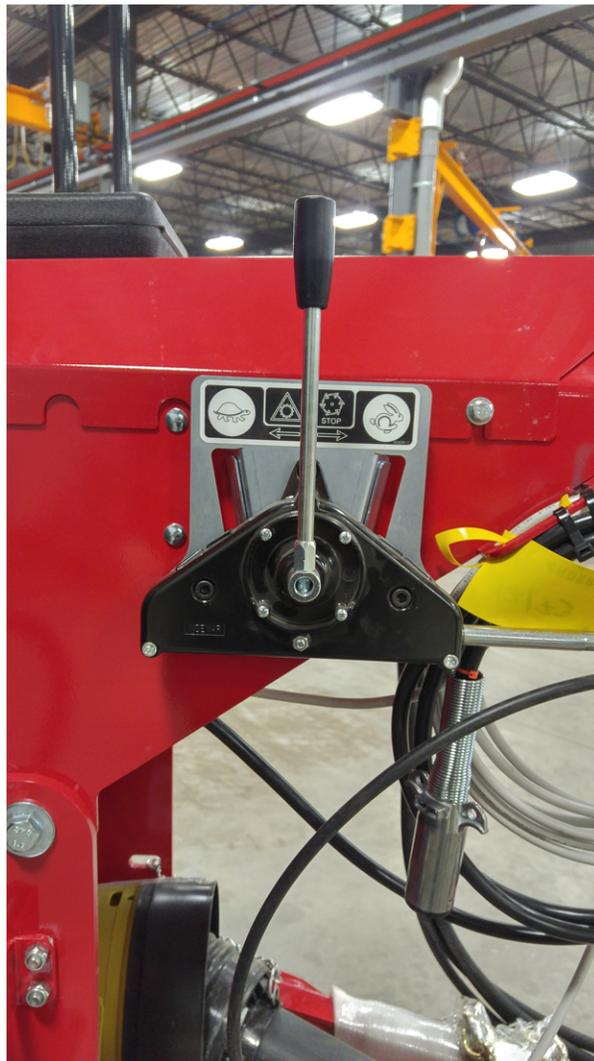

Figure 14 - Levier de vitesses
1. Pour sélectionner la vitesse lente, mettez le levier de vitesses en position  (Figure 14).
Pour vérifier le fonctionnement des éléments tournants en vitesse rapide, procédez de la même façon mais en plaçant le levier de vitesses en position  (Figure 14).